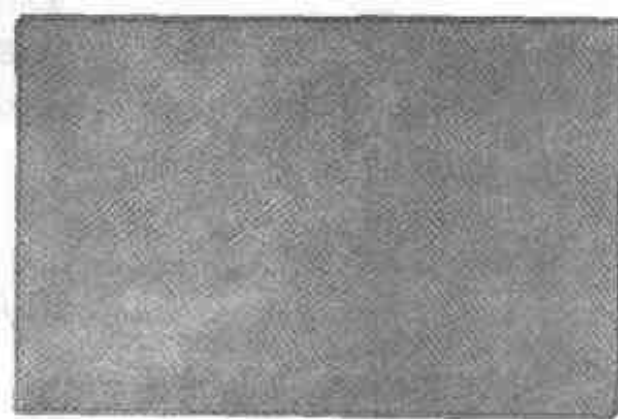

图 4.25 调整视图
- (1) 调整视图到如图 4.25 所示的箱体侧面的正视图。